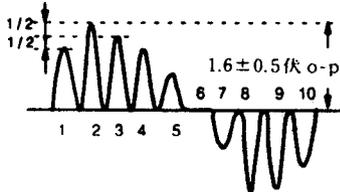

图 15
3. 将色调控制 (DAC) 设定至中央, 然后调整副色调控制 (R 674) 以获得如图 15 所示, 在 TPE 34 的波形。